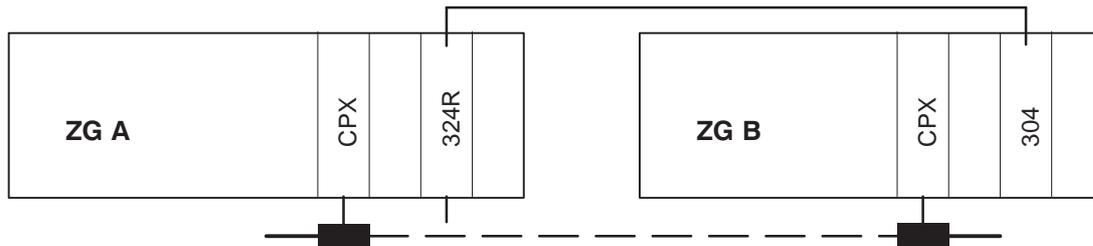

Bild 5-2 Zweikanalig redundanter CP-Betrieb (Variante a)
- a) zweikanalig redundanter CP-Betrieb (Bild 5-2)